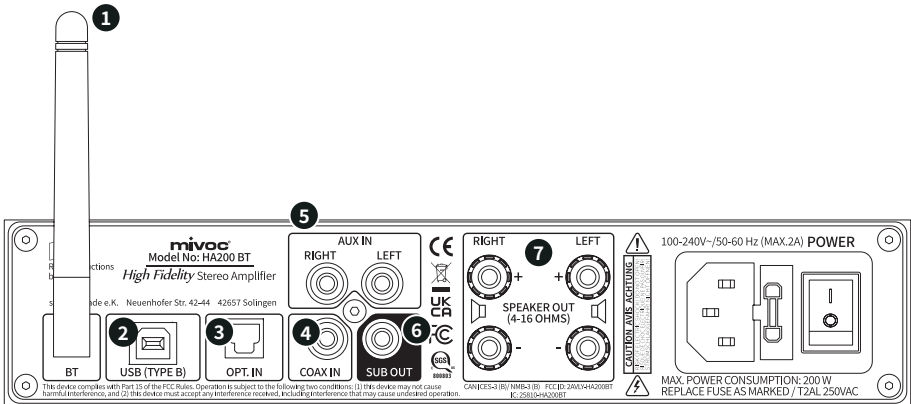

Abbildung 2. HA200 BT - Anschlussterminal.
- 3 Für eine bestmögliche Bluetooth® Verbindung, kann die Antenne geneigt und geschwenkt werden. Starte mit einer senkrechten Ausrichtung, wie in Abbildung 2 dargestellt.